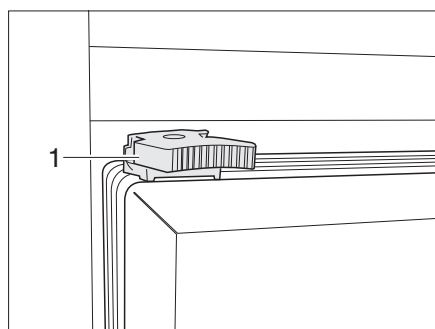

Fig. 93 Bloccaggio della porta del frigorifero
- Ruotare il bloccaggio (Fig. 93,1) verso sinistra.
- Ruotare il bloccaggio (Fig. 93,1) verso destra.
- Ruotare il bloccaggio (Fig. 93,1) verso destra in modo che il bloccaggio si innesti.